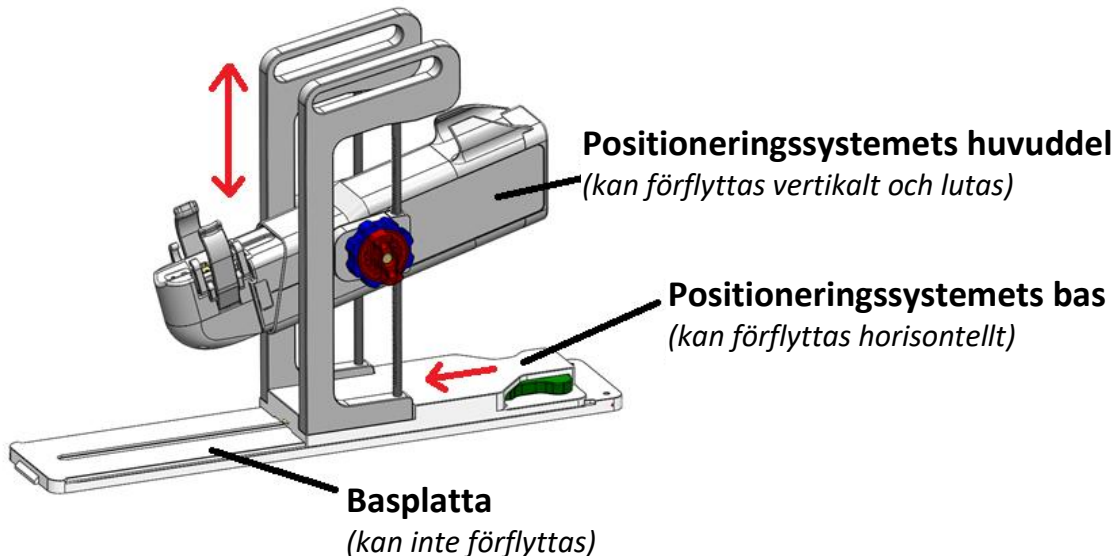

Bild 31: Justera positioneringssystemet
5. MR-tekniker: Flytta positioneringssystemet manuellt till rätt position så att hållaren för ultraljudsapplikatoren riktas in mot ultraljudsapplikatorns naturliga vinkel i patienten. Justera manuellt positioneringssystemets bas framåt och bakåt och uppåt och nedåt, och luta den linjära axeln uppåt och nedåt (Bild 31).
OBS! Justeringsrattarna och spakarna på positioneringssystemet har inte de färger som visas i Bild 31, men de är färgkodade här för att tydliggöra anvisningarna.